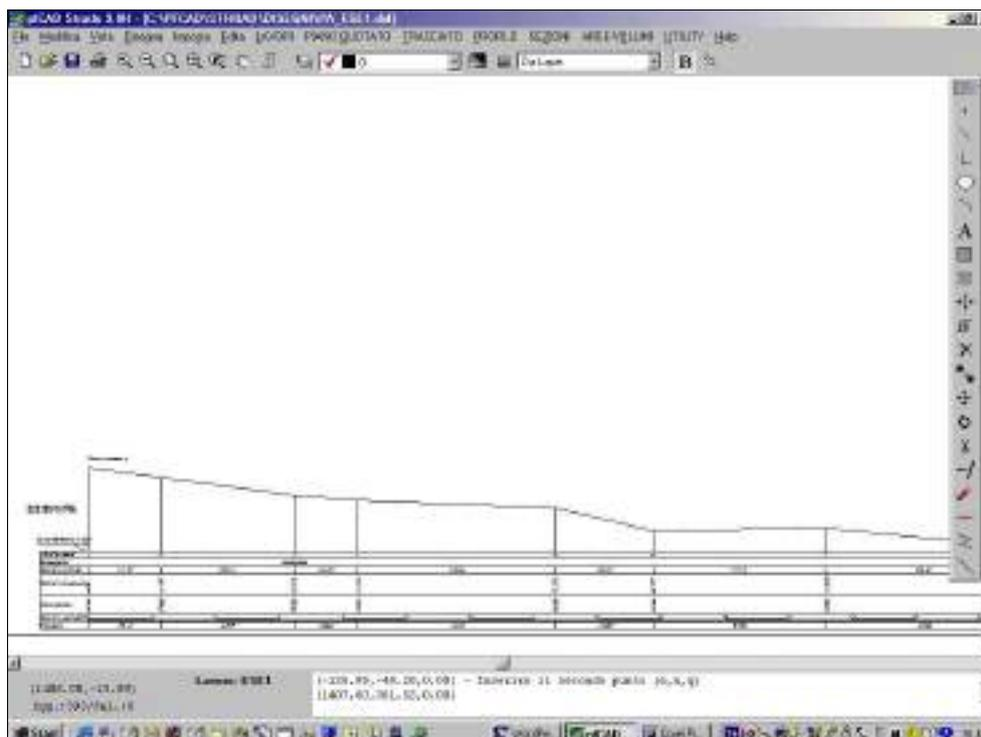
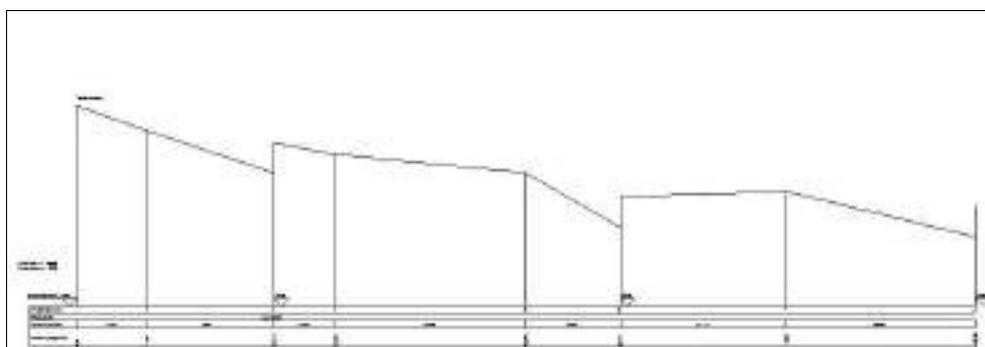

FIGURA 9.20
FIGURA 9.22
- **Interruzione del profilo mt** è da utilizzare con profili di terreno con forte dislivello. La livelletta infatti viene tagliata quando il dislivello assume un valore maggiore a quello impostato. Confrontare la figura 9.20 con la figura 9.22.